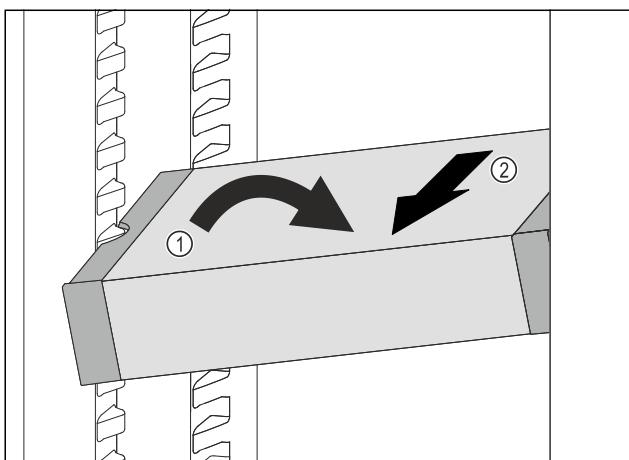

Fig. 66
- Predal VarioSafe postavite v hladilniku postrani. Fig. 66 (1)
- Predal VarioSafe izvlecite v smeri naprej. Fig. 66 (2)